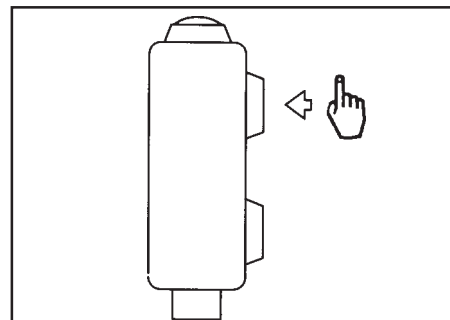

Figura 33
5. La máquina tiene un botón de pulsación única en la palanca de control (consulte la figura 33) que se encuentra configurado previamente para una presión de cepillo y un flujo de solución. Oprima un momento el botón de pulsación única si desea usar estas configuraciones. **NOTA: Si esas no son las configuraciones que desea usar consulte la página 48 o la operación con pulsación única.**